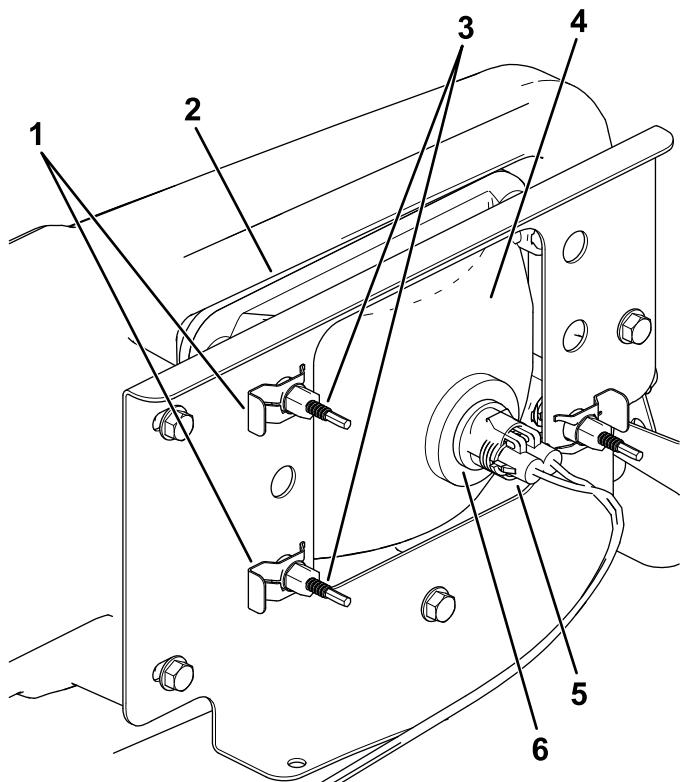

図 42
3. ランプアセンブリのコネクタから、ハーネス用のコネクタを外す図 42。
4. ヘッドライトをヘッドライトブラケットに固定しているスピードクリップを外す図 42。
5. ヘッドライトアセンブリ全体を前に押出して、前バンパーから外す 図 42。
6. 取り付け穴に新しいヘッドライトを取り付ける 図 42。
8. ハーネス用のコネクタを、新しいランプアセンブリのコネクタに接続する 図 42。
5. ヘッドライトアセンブリの裏側部分にある調整ねじ 図 42を回してヘッドライトアセンブリの角度を変えてビームの方向を調整する。